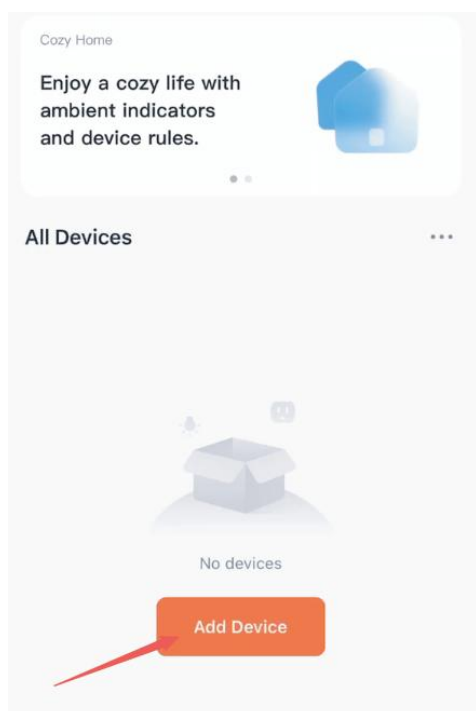

figura B-1
1. Quando il prodotto è in funzione, mantenere il Bluetooth attivo, aprire "Tuya Smart"; apparirà un link, quindi fare clic su "Aggiungi dispositivo" come mostrato nella figura B-1.